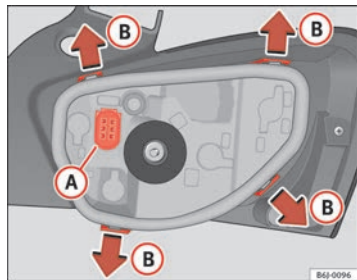

Fig. 147 Cambio lámparas luces posteriores
- Retire el portalámparas, separándolo de la carcasa. Presione para ello las pestañas **B** en el sentido de las flechas ⇒ fig. 147.